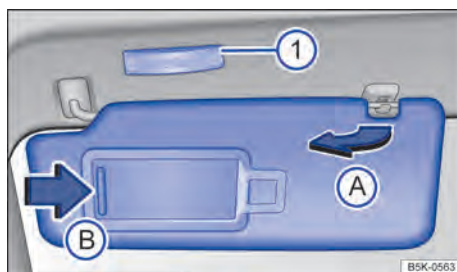

Fig. 79 Para-sol.
- Retirar o para-sol cuidadosamente do suporte segurando a base de fixação e virar na direção das portas → Fig. 79 (A).
No para-sol rebatido para baixo encontra-se um espelho de cortesia atrás de uma cobertura. Ao abrir a cobertura → Fig. 79 (B) uma lanterna se acende ①.